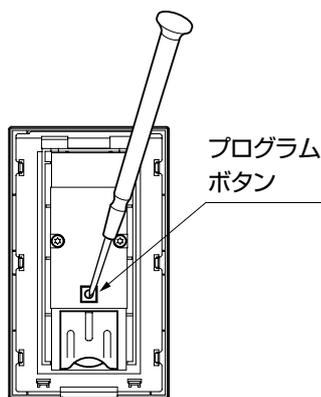

図11-3
- 登録済みのカードリモコンを紛失してしまった場合、代わりにワイヤレス壁スイッチのスイッチ本体を外して、プログラムボタンを精密ドライバーなどで（約1秒）押ししてください。（図11-3参照）